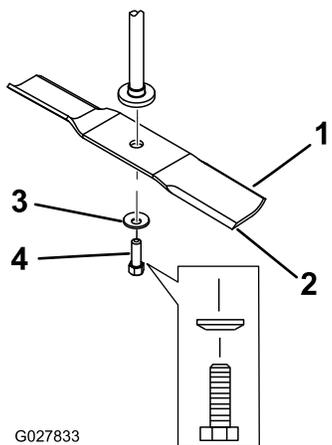

Figura 54
2. Retire a cavilha da lâmina, a anilha curva, e a lâmina do eixo (Figura 54).
- Instale lâmina no eixo (Figura 54).
- Instale a anilha curva (lado oval virado para a lâmina) e o parafuso da lâmina (Figura 54).